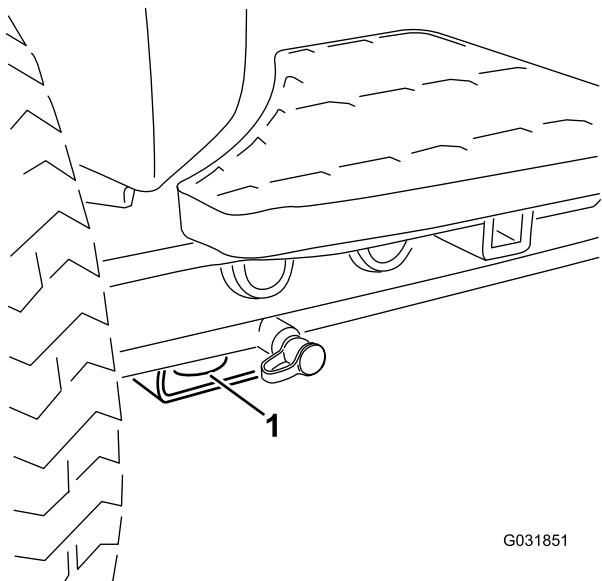

Рисунок 41
- В передней части – используйте отверстие в прямоугольной подкладке под трубой моста внутри каждого переднего колеса (Рисунок 41).